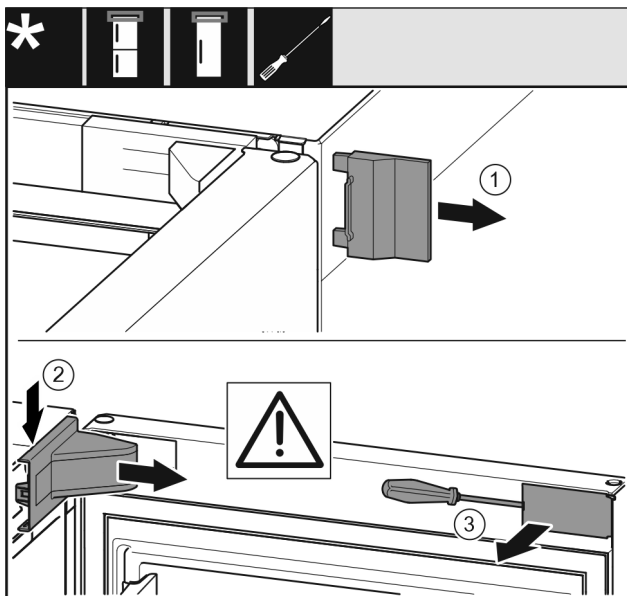

Fig. 14
- ▶ Vegye le a külső fedelet. Fig. 14 (1)
- ▶ Pattintsa ki és oldja ki a csapágybak fedelét. Vegye le a csapágybak fedelét. Fig. 14 (2)
- ▶ Pattintsa ki a takarólemezt lapos csavarhúzóval, és fordítsa oldalra. Fig. 14 (3)